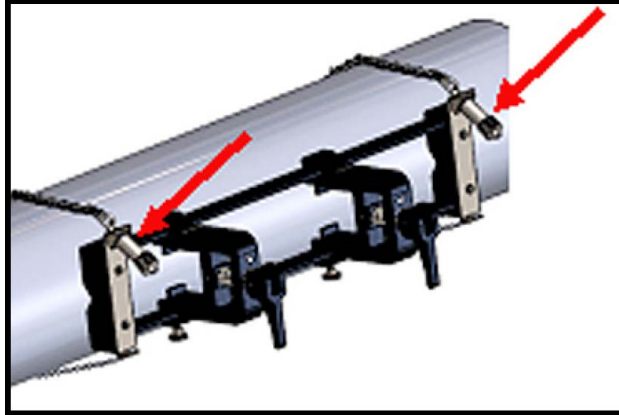

图 16: 将夹紧装置固定到管子上
9. 完成最后校准后，转动两个链条螺丝机构顶端的螺母，直到链条紧紧地足以对抗夹紧装置的任何移动，以完全拧紧两根链条（请参见下面的 图 16）。